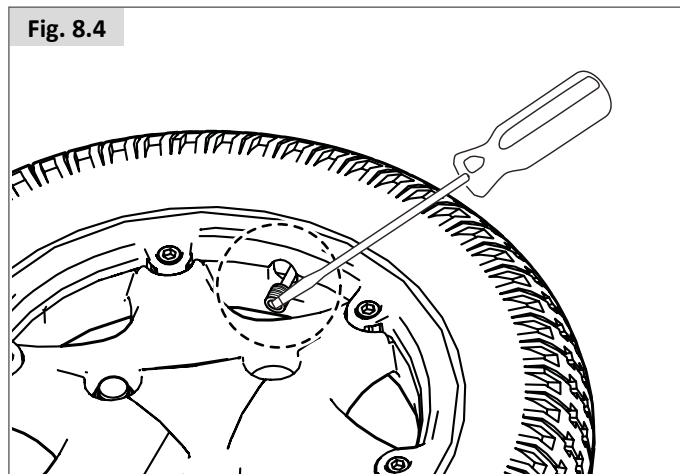

Fig. 8.4
- Remova a tampa da válvula e deixe o ar sair do pneu pressionando suavemente a haste da válvula com uma chave de parafusos pequena, (Fig. 8.4).